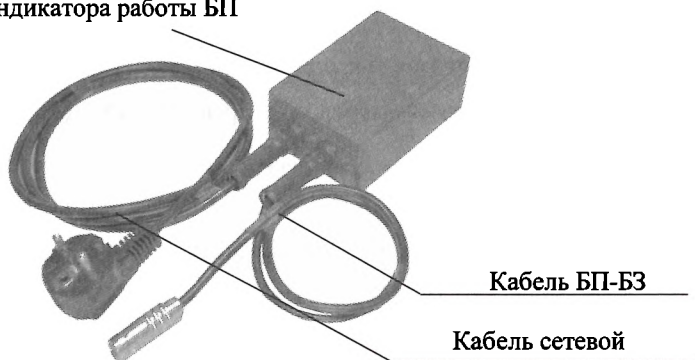

Рисунок 2.10 – Блок питания
2.10.2.1 Блок питания (БП) предназначен для питания ЗУ-1 от сети переменного тока и конструктивно выполнен в виде отдельного блока, рисунок 2.10. Для индикации исправной работы в БП встроен светодиодный индикатор.